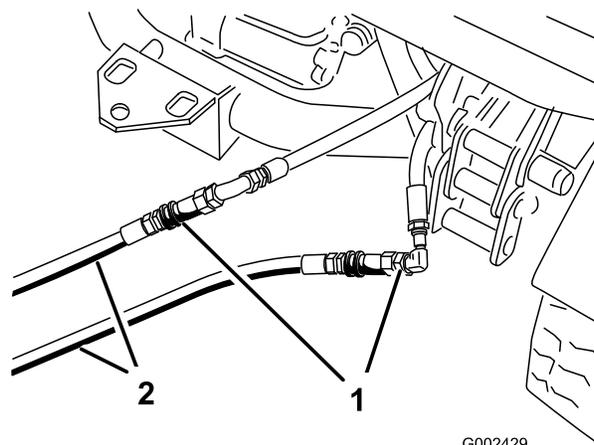

図 76
3. 故障しているワークマンのカップラホースに、救援用ホース2本を接続する 図 76。